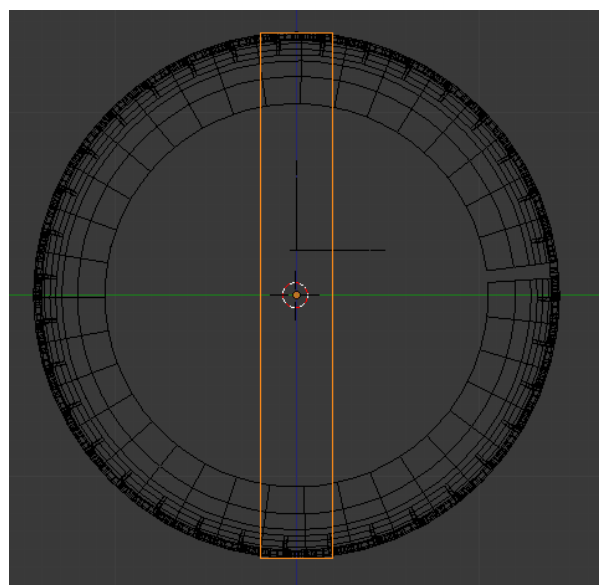

Figura 5.94
**24.** Na janela Right Ortho, seleccione o Bezier Circle, caso esteja escondido, recorra à janela Esquemático para o seleccionar, e escale-o à dimensão do cubo, **[S]**, figura 5.94.